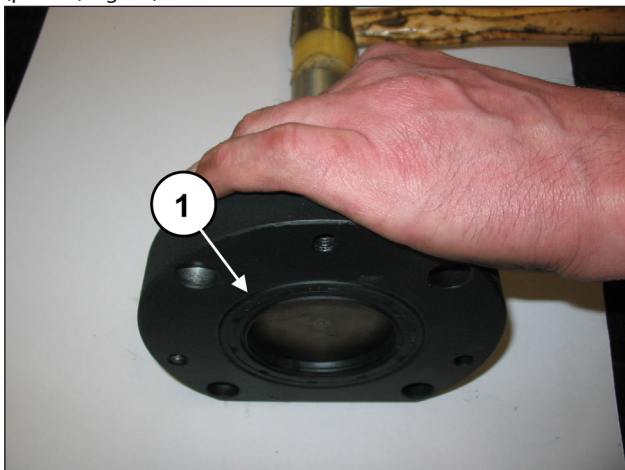
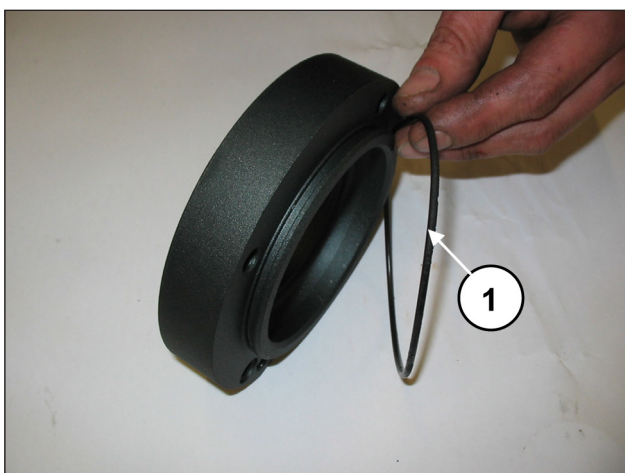
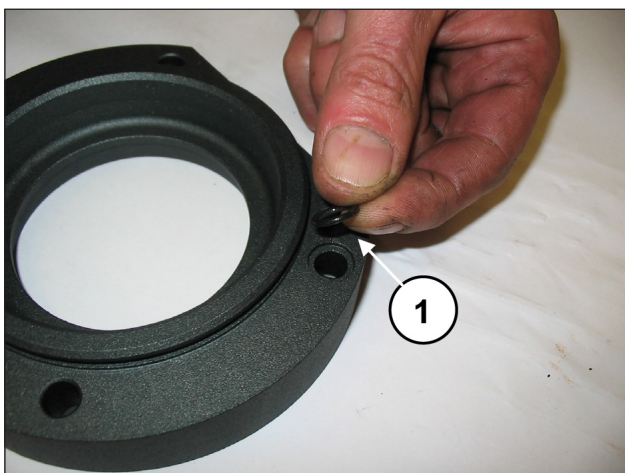

Fig. 28
Fig. 29
Fig. 30
Estrarre l'anello di tenuta radiale (pos. ①, Fig. 28), l'O-ring esterno (pos. ①, Fig. 29) e l'O-ring del foro di lubrificazione (pos. ①, Fig. 30).